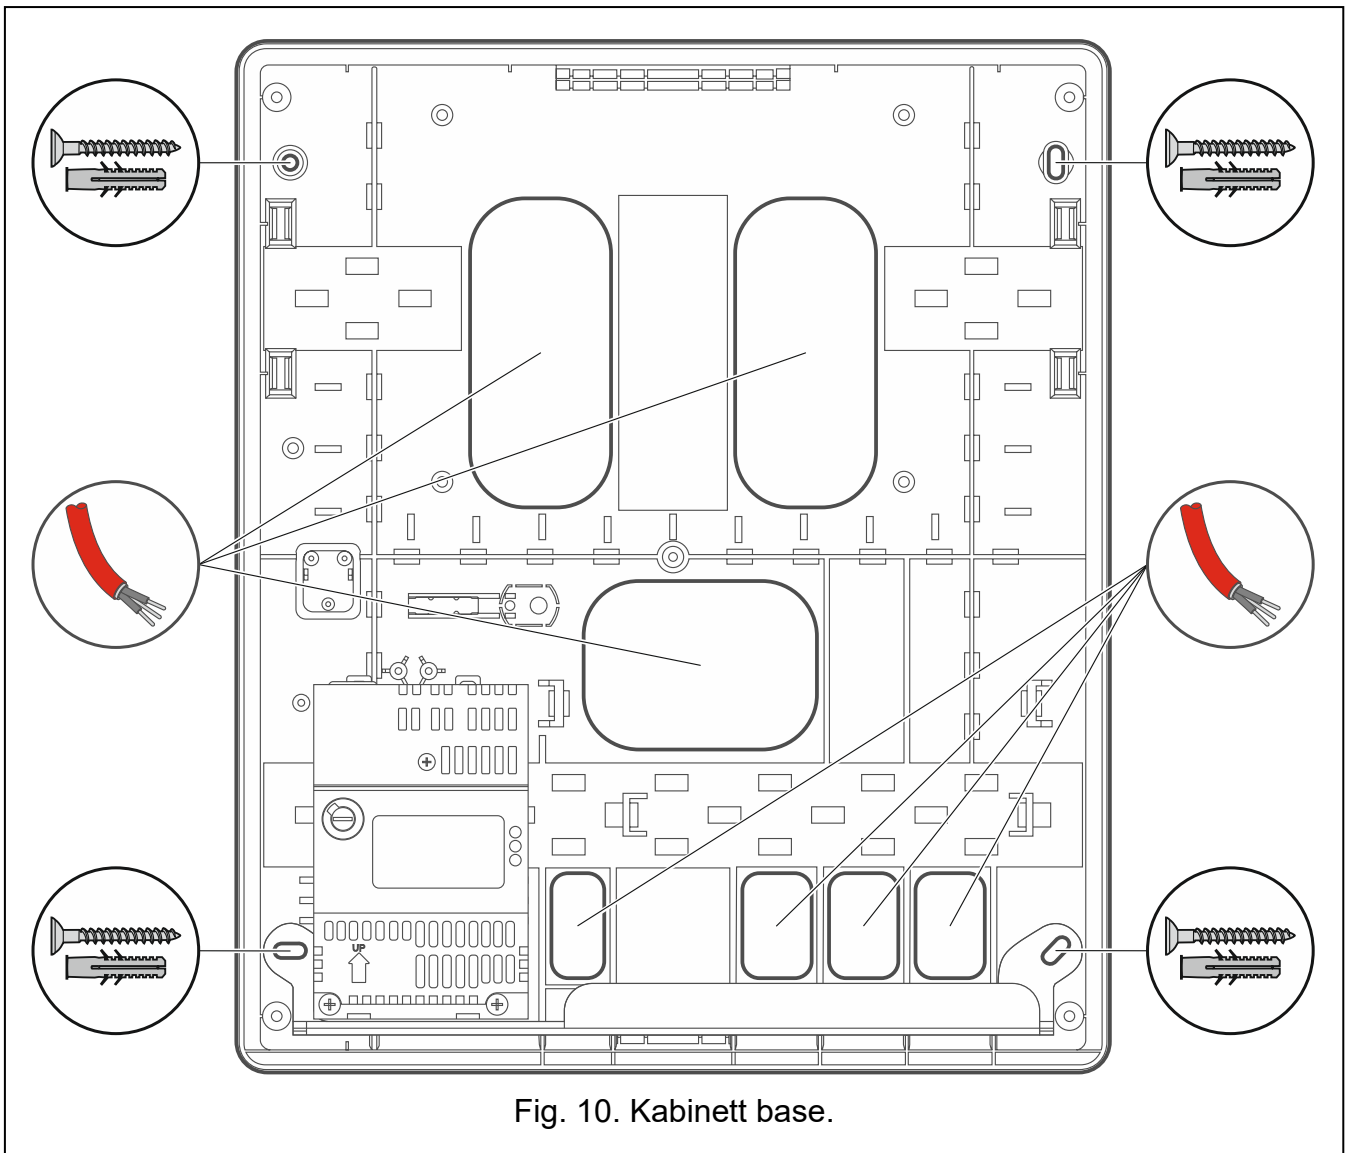

Fig. 10. Kabinett base.
4. Plasser kapslingsbunnen på veggen og merk plasseringen av monteringshull (se: fig. 10).
6. Kjør ledninger gjennom åpningen(e) i kapslingsbunnen (se: fig. 10).